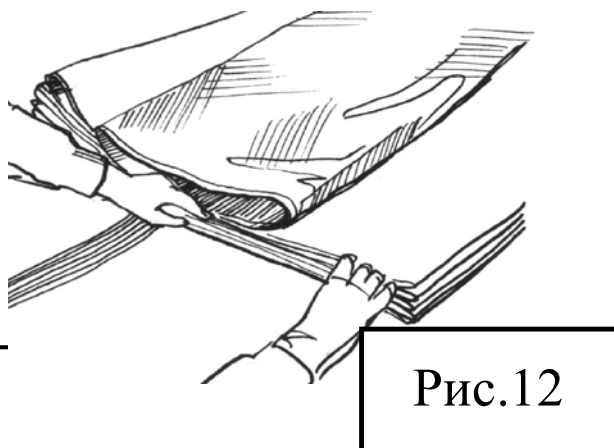

Рис.12
10. Аккуратно выровняйте нижнюю кромку полотнищ с обеих сторон, выравнивая сгибы полотнищ. Для удобства можно использовать зажимы или грузы для удержания перелистанных секций вместе (рис.12).